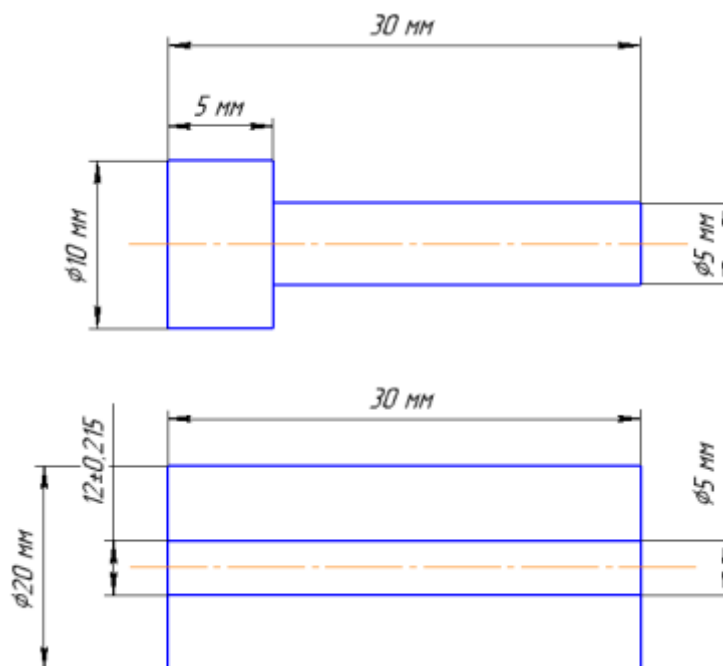

Рисунок 1. Пример задания без масштаба.
1. Создайте эскизы на основе чертежей (рисунок 1) в программе Autodesk Inventor